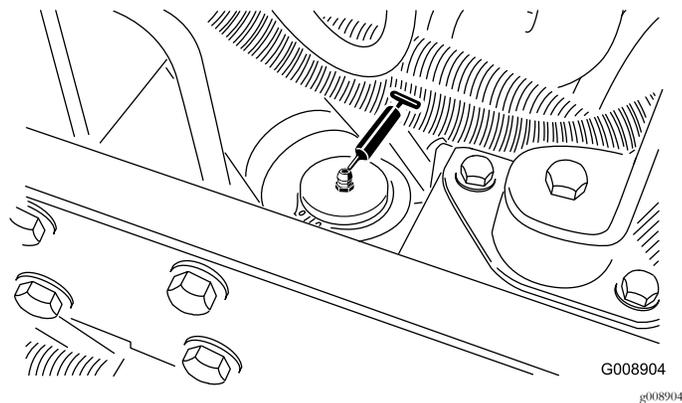

Рисунок 60
- Цилиндр рулевого механизма (Рисунок 60).